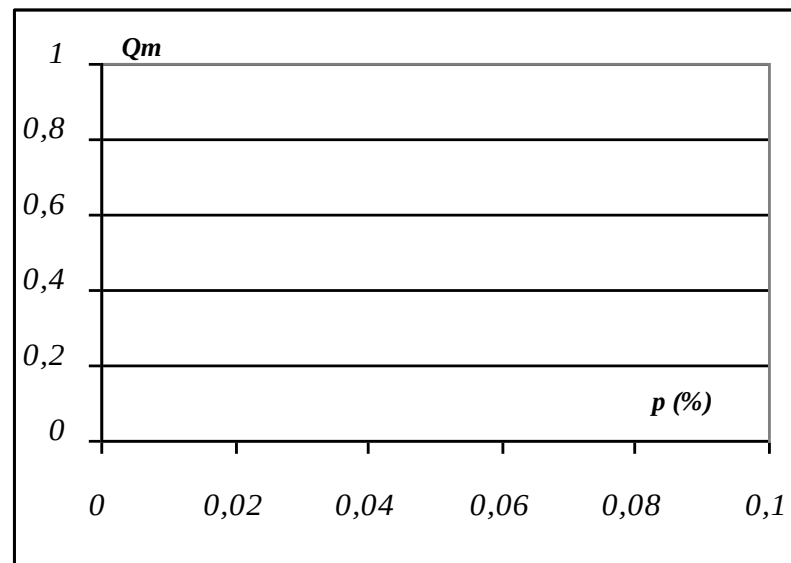

Figure 5 : Graphiques des deux plans simple et double
3.2. Tracez sur une même graphique ces deux courbes d'efficacité puis répondez aux questions suivantes (figure 5)